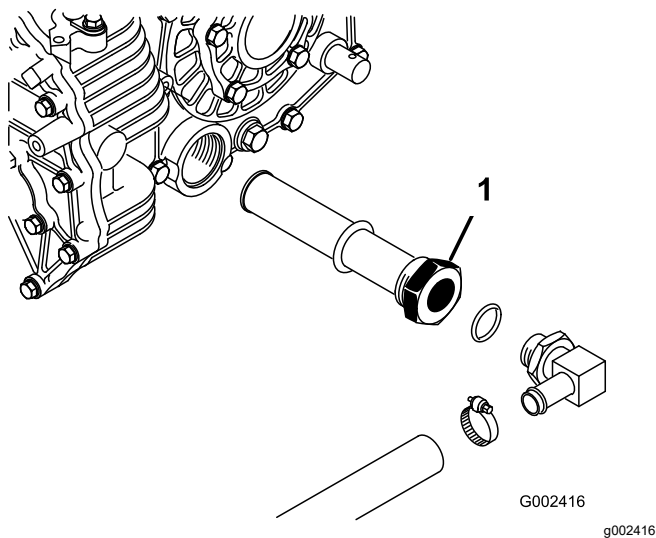

图 68
5. 记下连接至液压油箱侧面滤网的液压油软管和 90°接头的方向 图 68。